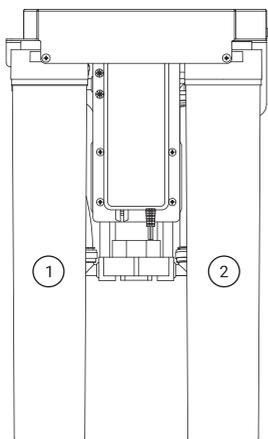

Рис. 13
3. Установите новые картриджи согласно схеме подключения (рис. 13).